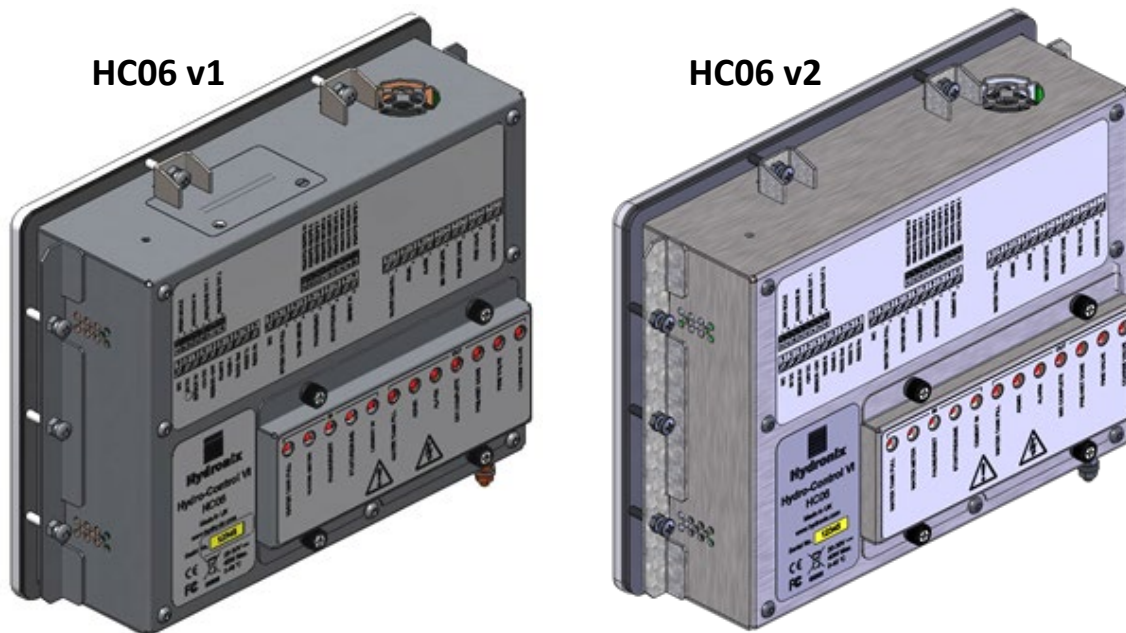

図 5: Hydro-Control VI の図 (取り付けブラケットが見える状態)
**注意:** HC06 v2 は内部の SSD ハードドライブを使用しますので、リムーバブルメモリカードは搭載していません (Figure 5)。SSD ハードドライブは取り外しができないため、ユーザーメンテナンスはできません。不具合が発生した場合、サポートについては [support@hydronix.com](mailto:support@hydronix.com) 宛てにメールでお問い合わせください。